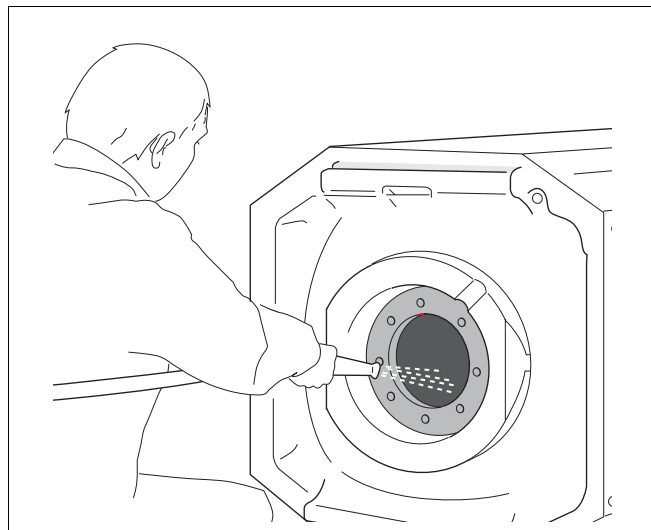

Рис. 14 Промывка бака-водонагревателя
- Промыть бак внутри "острой" струей холодной воды (с избыточным давлением около 4 – 5 бар) (рис. 14).